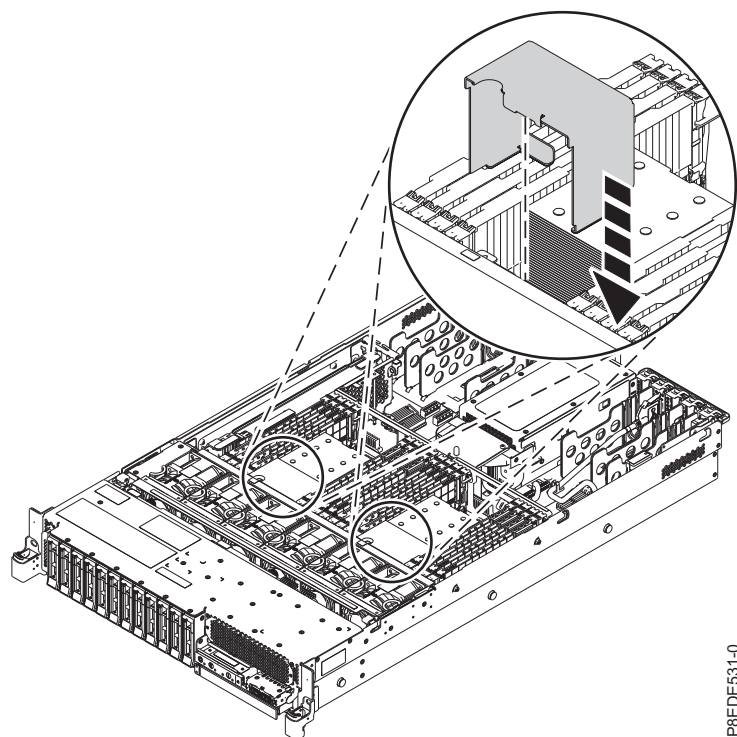

図 20. エア・バッフルの取り替え
10. エア・バッフルを下げて所定の位置に再取り付けします (図 20 を参照)。